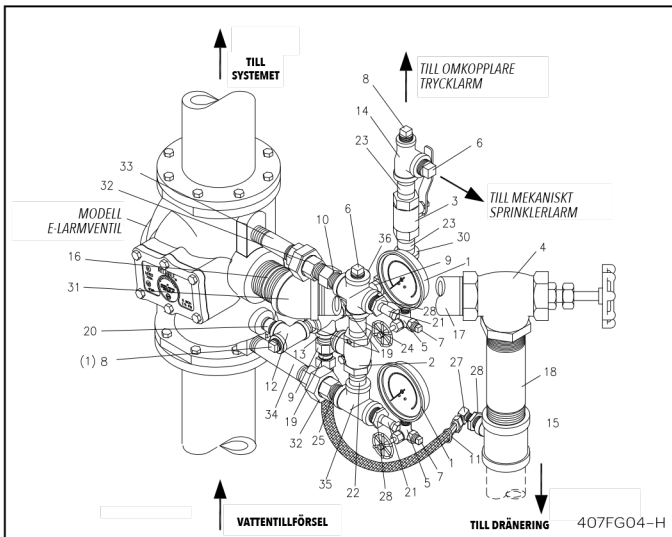

Fig. 4 – Konstant tryck vertikal installation
När vattnet upphör att flöda genom larmventilen återgår kläppen (4) till sitt säte, vilket stoppar vattenflödet till fördröjningskammaren. Dräneringsöppningarna (artikel 9, fig. 4 och 6) gör det möjligt för fördröjningskammaren och larmledningen att tömmas genom dräneringsledningen (artikel 11, fig. 4 och 6).
Konstant tryck (fig. 4 och 6)